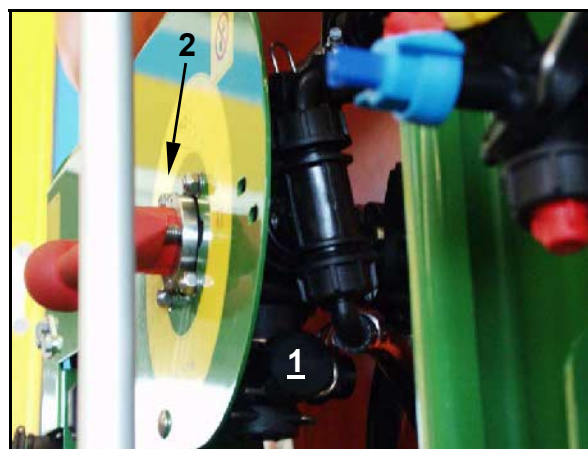

Bild 216
8. Demontera locket (Bild 216/1) för testanslutningen på VARIO-kran-tryck (Bild 214/6) resp. (Bild 216/2).